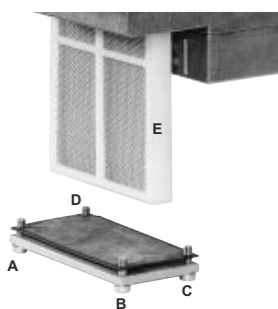

Fig. 29
- 2 Rimuovere le viti A ÷ D (Fig. 29).
- 3 Sostituire la cartuccia del filtro E (Fig. 29).